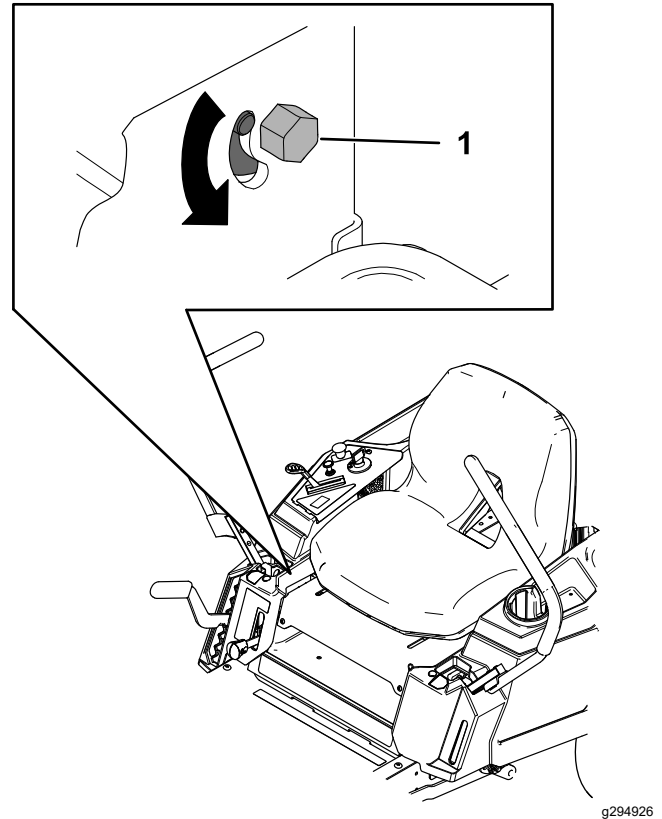

Figura 57
3. Localice el perno de ajuste de la dirección cerca de la palanca de control de movimiento del lado que debe ajustarse (Figura 57).